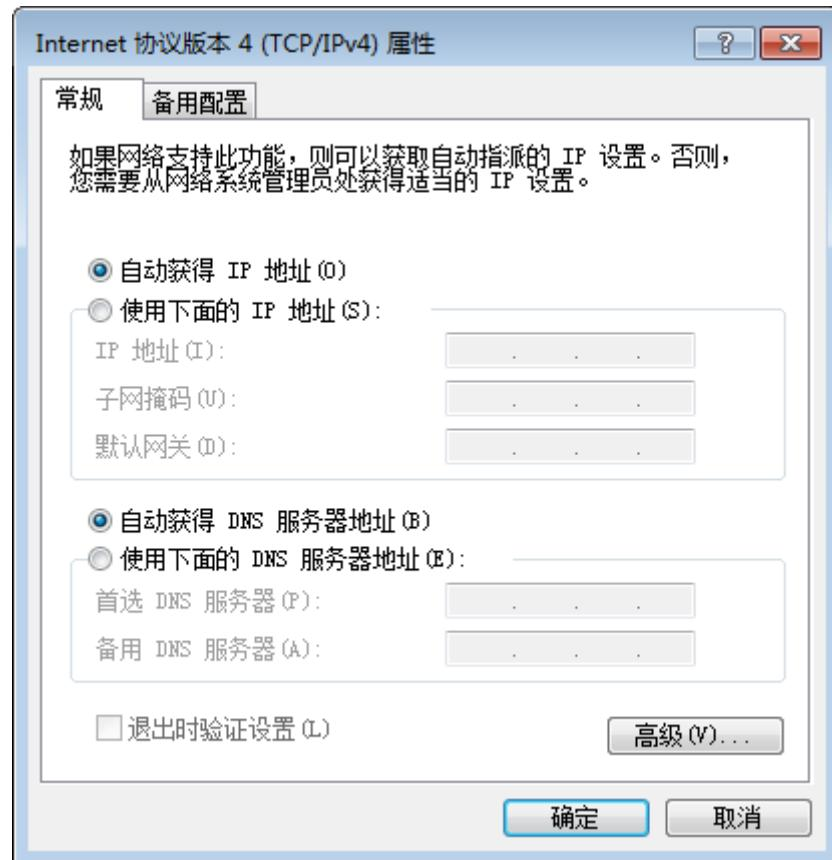

图3-2 图 3-2 本地网卡配置
- 依次打开电脑上的控制面板》网络和 Internet》网络和共享中心》更改适配器配置，选择对应的网卡，将网卡配置成自动获得 IP 地址或手动分配与相机同一网段地址，如图 3-2 所示。